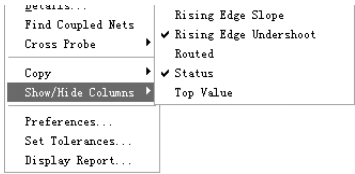

图 13-32 “Show/Hidd Columns”子菜单
- Show/Hidd Columns（显示/隐藏纵队）：该命令用于在网络列表栏中显示或者隐藏一些分析数据列。“Show/Hidd Columns”（显示/隐藏纵队）子菜单如图 13-32 所示。